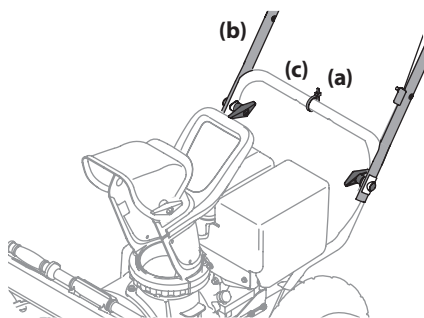

Figura 2-9
3. Deslice uno de los precintos flojos (a) desde el lado derecho de la barra de control inferior (c) hasta el travesaño de dicha barra (c). Deje el segundo precinto en su sitio a la derecha de la barra de control inferior. Consulte la Figura 2-9.
4. Eleve la barra de control superior (b) y ubíquela sobre la barra de control inferior (c), alineando los orificios de donde se retiraron las perillas de aletas. Consulte la Figura 2-9.